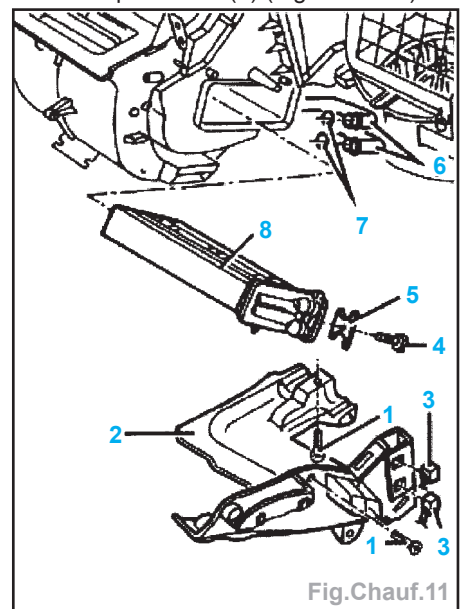

Fig. Chauff.11
- Déposer les vis (1), et déplacer légèrement la protection (2) (Fig. Chauff.11).